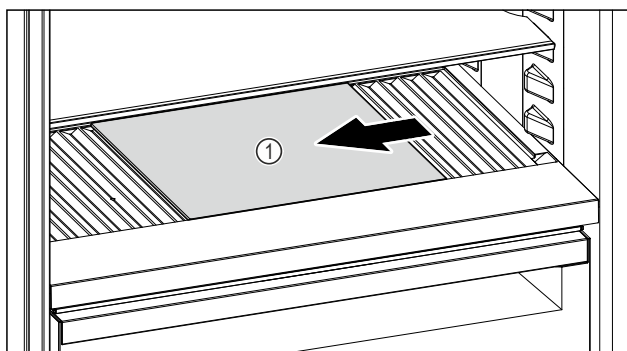

Fig. 252
- Förskjut glassplattan Fig. 252 (1) till vänster, mot mitten eller till höger.